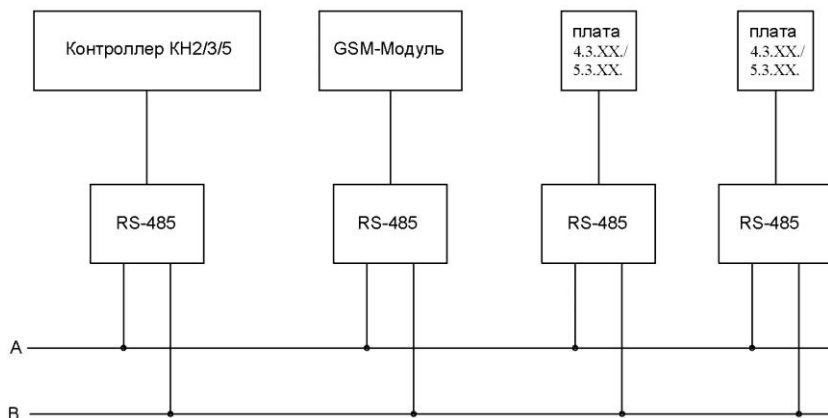

Рис. 8
- 12.1. В большинстве случаев, если приборы находятся на небольшом удалении друг от друга, адаптеры достаточно соединить двухпроводной линией (А и В) согласно схеме, Рис. 8. Выходы устройств соединяются согласно маркировке: «А» подключаются к одному проводу, а инверсные «В», ко второму проводу. Подключить между собой соответственно А+ с А+ и В- с В-.